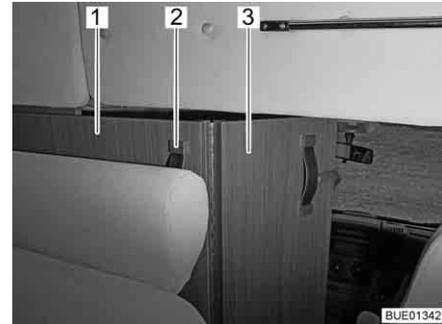

Bild 42 Fahrerhausabtrennung
- Fahrerhausabtrennung (Bild 42,1) am Griffband (Bild 42,2) fassen und so weit nach innen ziehen, bis sich die Kante der Fahrerhausabtrennung etwa auf Höhe der Rückenlehne der Sitzbank befindet (Bild 42).
- Den klappbaren Teil der Fahrerhausabtrennung (Bild 42,3) zwischen den Sitzen des Fahrerhauses ausklappen.